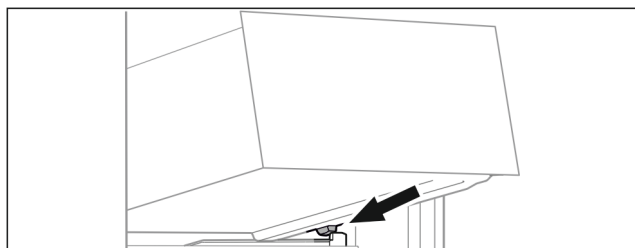

Fig. 73
- Schubfach schräg hinter den Stopper auf Behälterrippe aufsetzen. (siehe Fig. 73)